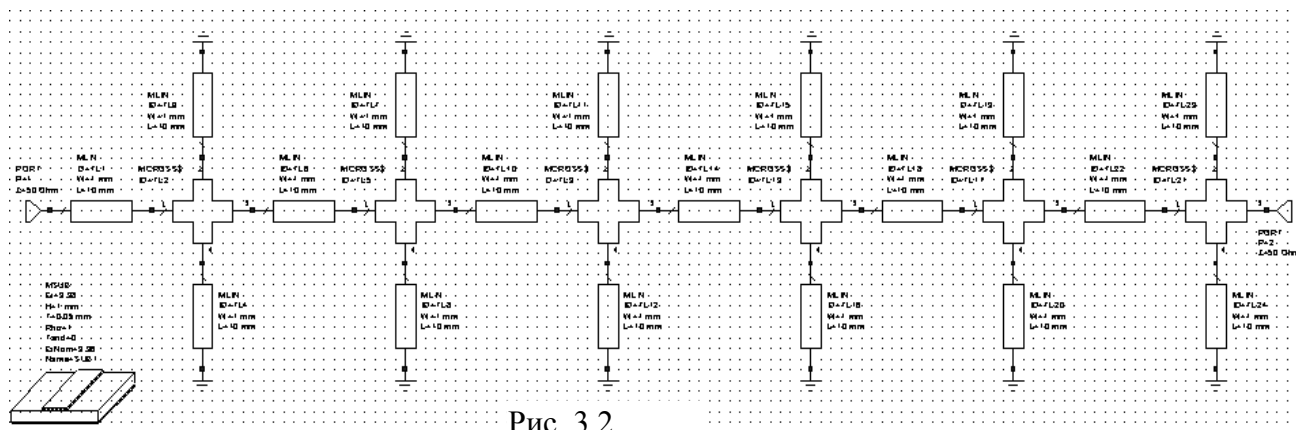

Рис. 3.2
15. Щёлкните по подгруппе **Substrates** в левом окне проекта и перетащите в окно схемы элемент **MSUB**. Полученная схема показана на рис. 3.2.